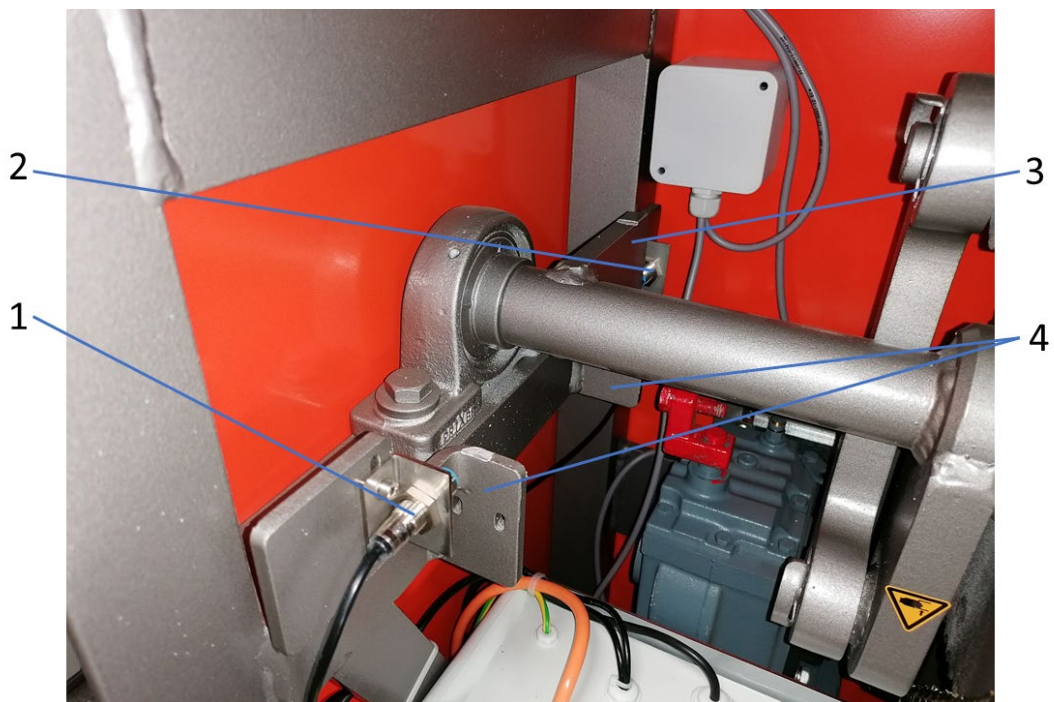

Abb. 28: Endschalter für Schranke schließen und öffnen
- Prüfen, ob die Endschalter korrekt schalten (Abb. 28).